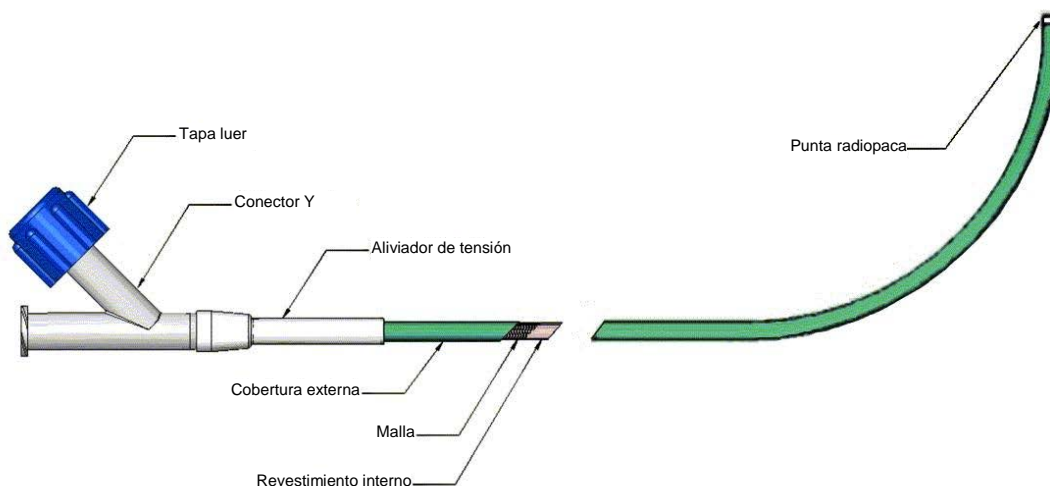

Figura 1.2: Catéter de Entrega CARILLON
- El catéter de entrega está compuesto por una funda de polímero reforzada por una malla metálica con un conector «Y» tipo luer; y que soportará una presión máxima de inyección de 1700 KPa (246 psi). La punta del catéter es radiopaca. El catéter de entrega es curvo en su extremo distal y tiene un diámetro externo de 9F (3,0 mm) y una longitud efectiva de 70 cm. El diámetro interno es de 2,5 mm y soporta un alambre guía de 0,035" (0,89 mm) o un catéter de punta orientable o de diagnóstico de 7F (2,3 mm) de diámetro externo (Figura 1.2).